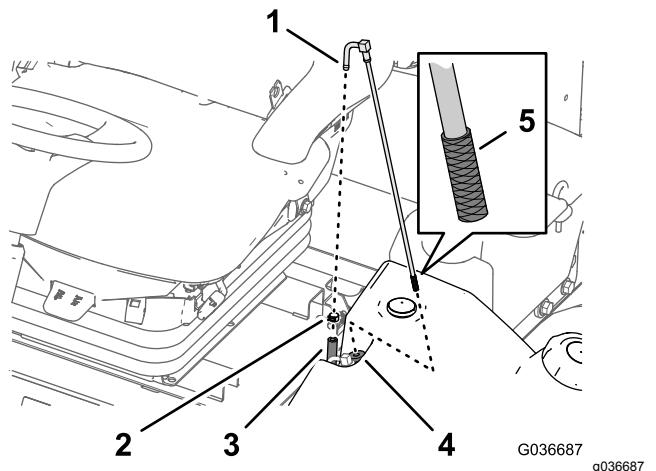

Figura 46
2. Separate il flessibile dal raccordo (Figura 46).
3. Sollevate il tubo di adduzione del carburante dal serbatoio del carburante (Figura 46).
4. Pulite eventuali detriti dalla griglia all'estremità del tubo di adduzione del carburante (Figura 46).
5. Inserite il tubo di adduzione del carburante attraverso la boccola in gomma e nel serbatoio (Figura 46).
1. Rimuovete la fascetta stringitubo che fissa il flessibile di alimentazione del carburante al raccordo del tubo di adduzione del carburante (Figura 46).